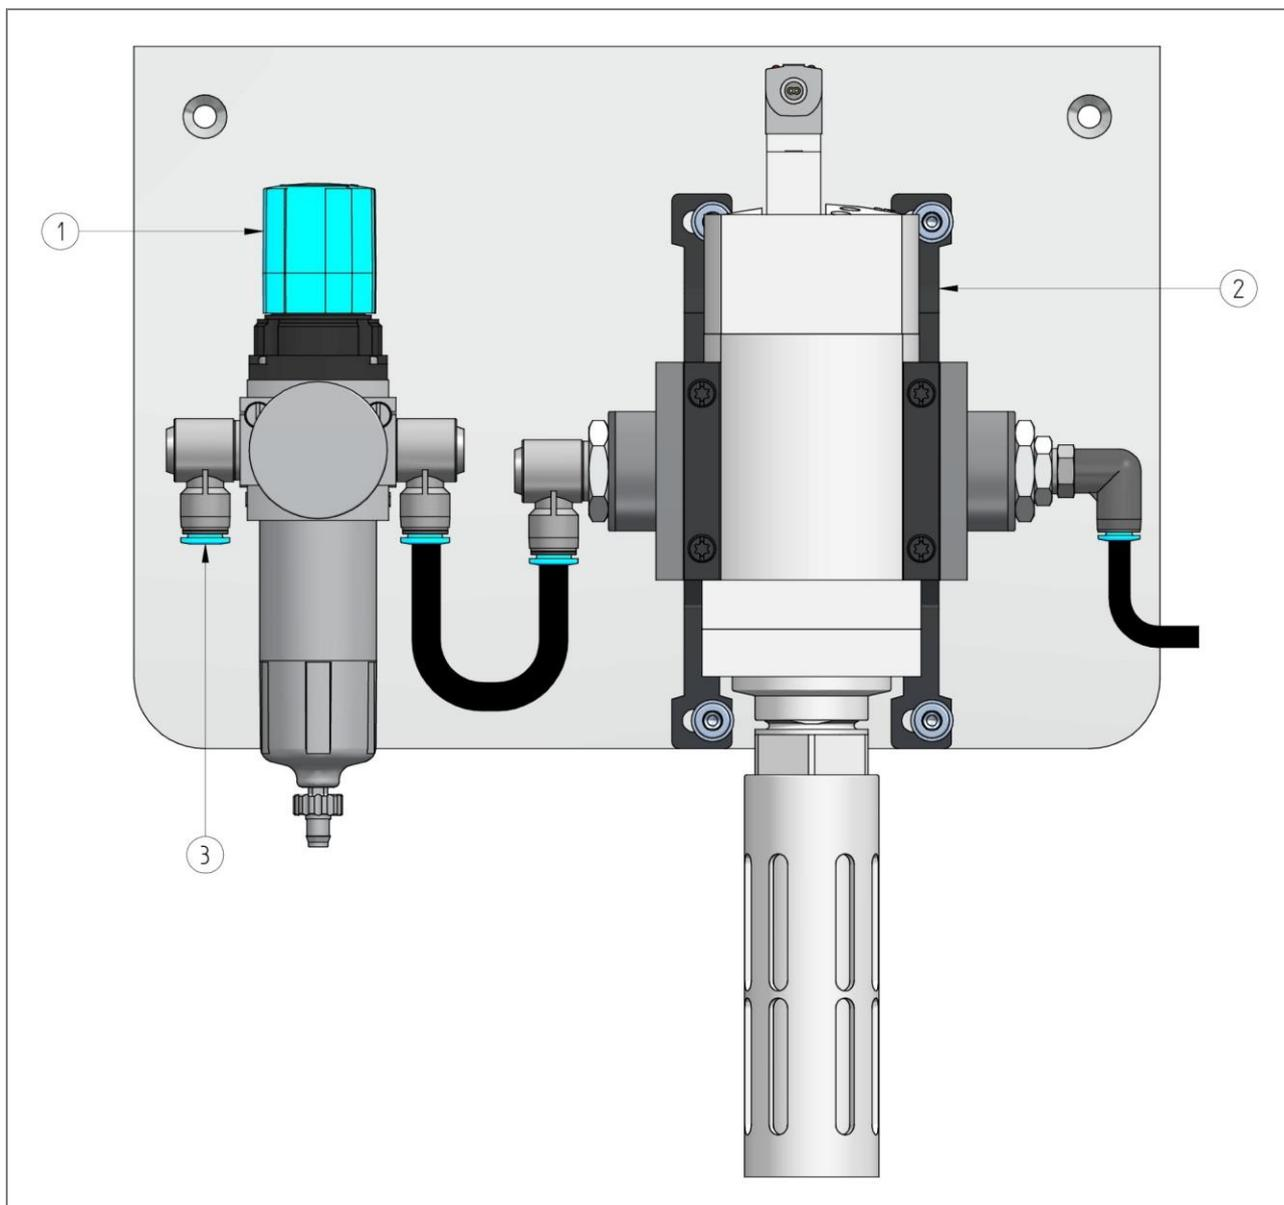

Abb. 6: Druckluft-Aufbereitungseinheit und Sicherheits-Ventil
- Der Druckluftanschluss für die Querschleibeinheit ist die Eingangsseite des Druckregelventils (Abb.6, Pos.3).
- Bei elektrisch spannungsfreier Anlage ist die interne Druckluftleitung nur bis zum Anfahr- und Entlüftungsventil (Abb.6, Pos.2) geöffnet. Dadurch ist eine gefahrlose Druckluft-Beaufschlagung möglich, ohne dass die Querschleibeinheit eine mechanische Bewegung ausführt.